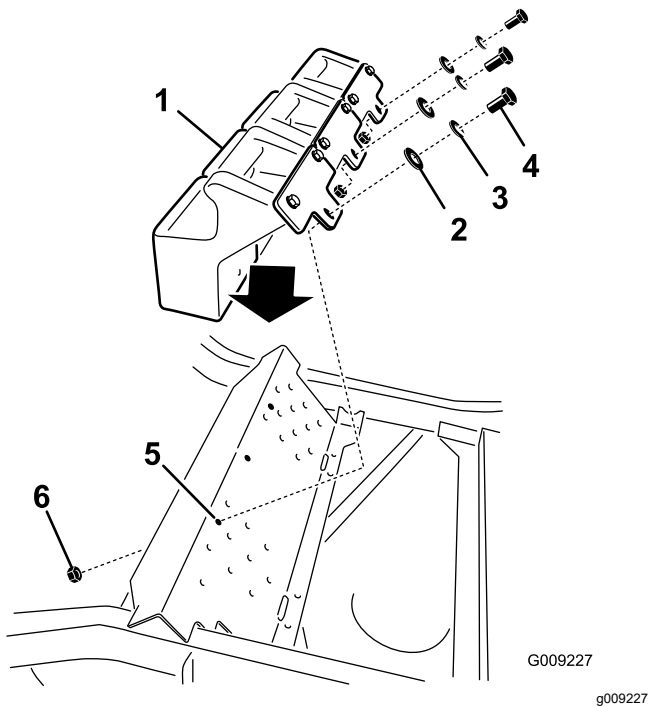

Bild 35
5. Montieren Sie den Frontballast auf der Fußplattform (**Bild 35**).
6. Befestigen Sie den Frontballast mit sechs Schrauben ($\frac{3}{8}$ " x 1"), sechs Sicherungsscheiben ($\frac{3}{8}$ "), drei Bundmuttern ($\frac{3}{8}$ ") und sechs Flachscheiben ($\frac{3}{8}$ ") auf der Fußstütze und an der Befestigungshalterung für den Ballast, wie in **Bild 35** abgebildet.